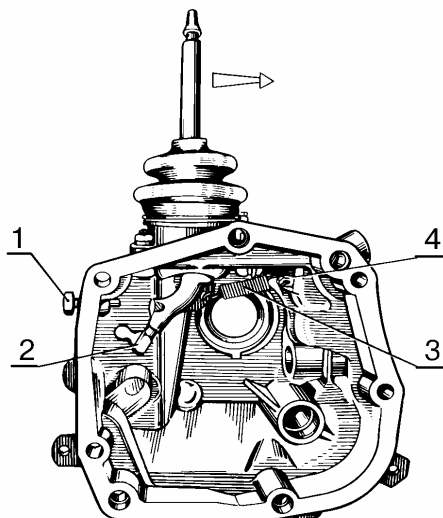

Рис.14. Внутренний вид задней крышки КП:
- отвернуть ограничительный болт 1, рис.14, включения I-II передач и снять болт с шайбой (головка сменная 13 и вороток).
- переместить рычаг переключения передач в направлении, указанном стрелкой на рис.14, и снять заднюю крышку в сборе с рычагом и прокладку. При снятии задней крышки 5-ти ступенчатой КП крышку необходимо поворачивать, для исключения ее задевания за блок шестерен заднего хода и V передачи;